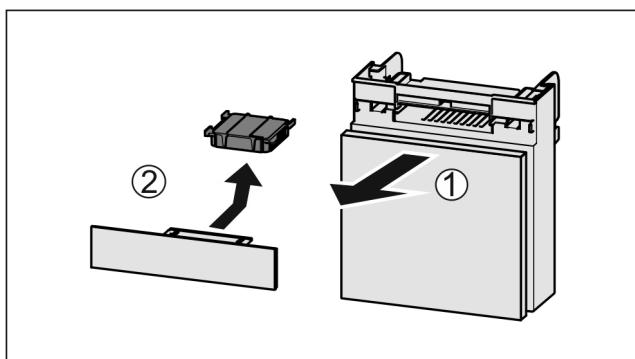

Fig. 102
- Predal izvlecite Fig. 102 (1) naprej.
- Odstranite Fig. 102 (2) aktivni ogleni filter.